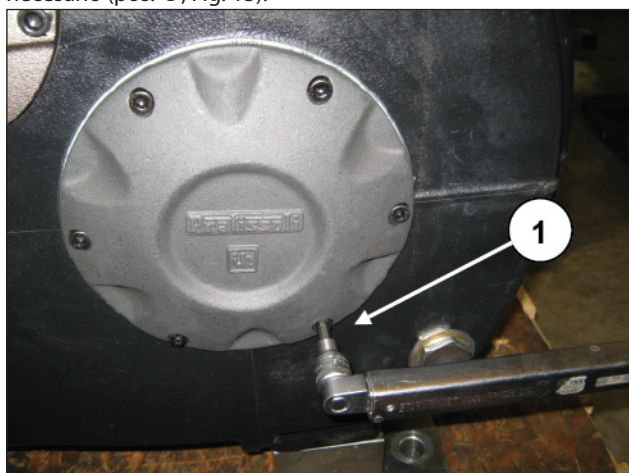
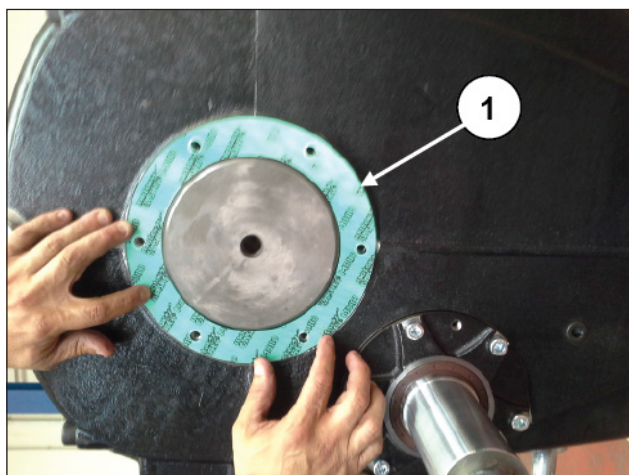

Fig. 12
Fig. 13
Desmontar la tapa del eje acodado aflojando los tornillos (pos. ①, Fig. 12), extraer la junta plana y sustituirla si es necesario (pos. ①, Fig. 13).